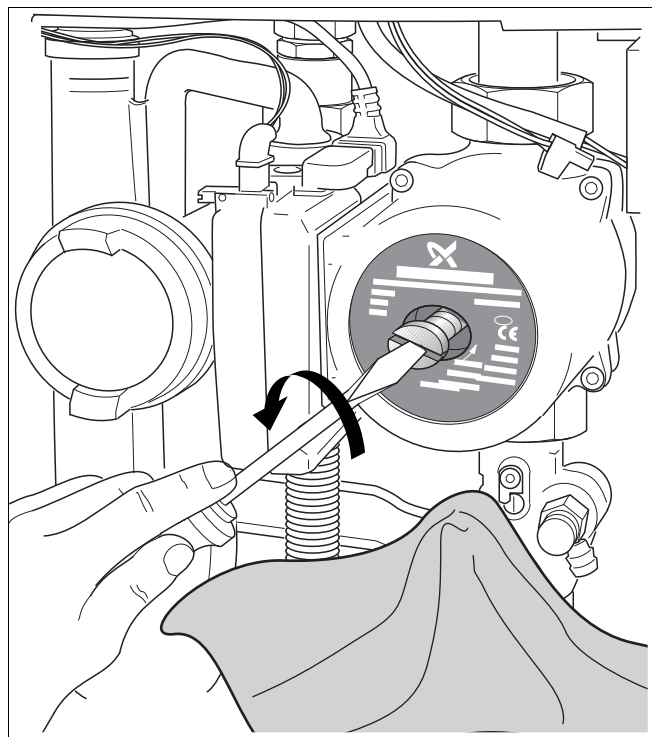

Bild 71 Lufta pumpen
- Lufta pumpen genom att ta bort luftningsskruven på framsidan av pumpen (bild 71).